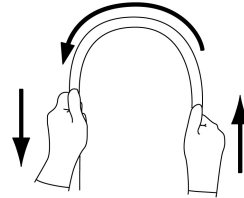

図 1
- 2.挿入部を両手で持ち、全長にわたって図 1 に示すように順次半円の頂点をずらすように曲げたときに、適切な軟らかさを有しており、軟らかさが不連続になっているなどの異常がないこと。